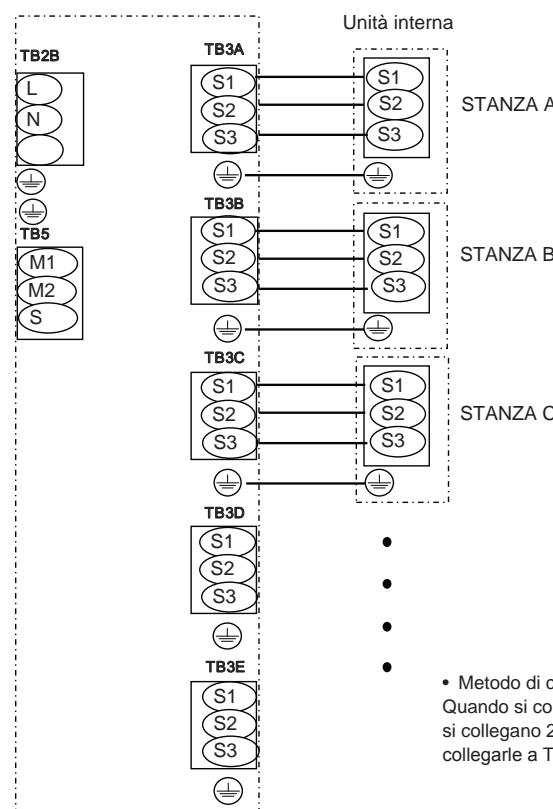

Fig. 8-9
8.2. Procedura di cablaggio esterno (Fig. 8-8, Fig. 8-9)
⑤ Alimentazione: fase singola 220/230/240 V 50 Hz, 220 V 60 Hz